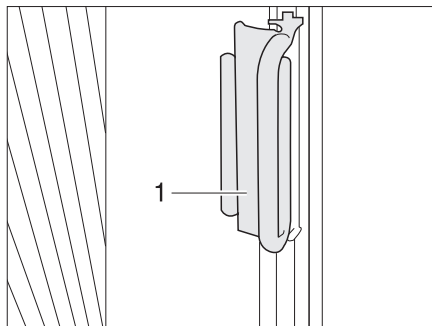

Bild 16 Handtag plisségardin vindruta
- Skjut plisségardinerna för vindrutan med handtagen (Bild 16,1) under skydden på A-stolpen och sätt fast handtaget på skyddet. Plisségardinen är säkrad.